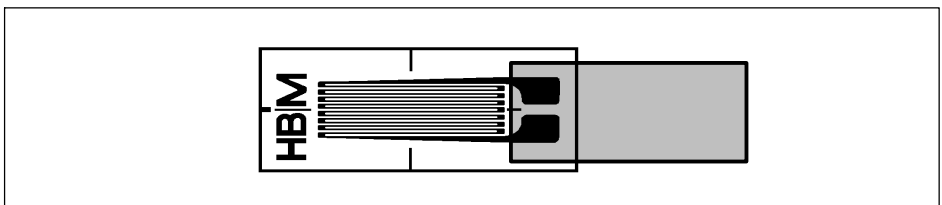

Fig. 5.3 Charnière sur jauge sans patte de raccordement
- Pour les jauges sans patte de raccordement, réalisez la charnière comme indiqué sur la Fig. 5.3 (sans cosses relais supplémentaires).